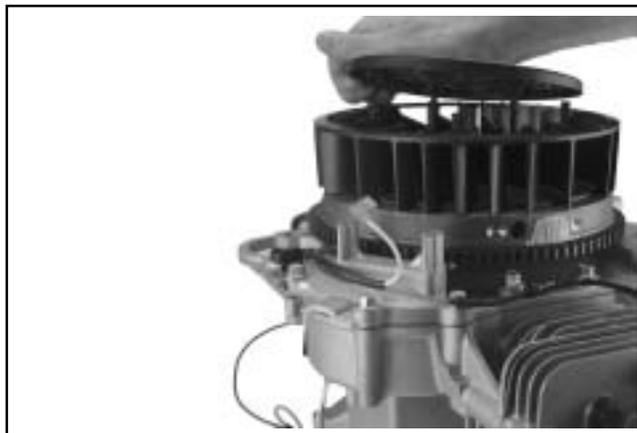

Figura 8-22. Rimozione del retino per l'erba.
1. Sganciare il retino per l'erba dalla ventola di raffreddamento. Vedere Figura 8-22.